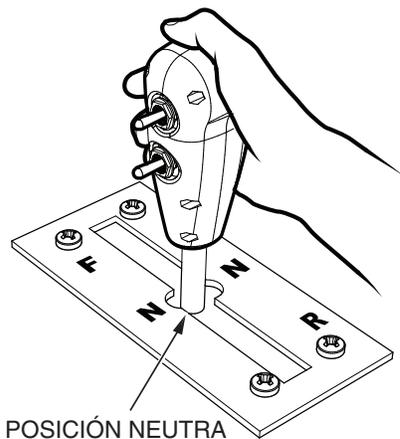

Figura 18. Palanca de desplazamiento (posición neutra)
4. Asegúrese de que la palanca de desplazamiento (Figura 18) esté en posición neutra.